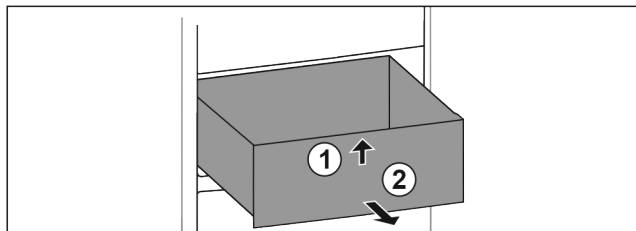

Fig. 67
- ▶ Løft skuffen foran. Fig. 67 (1)
- ▶ Ta ut skuffen framover. Fig. 67 (2)